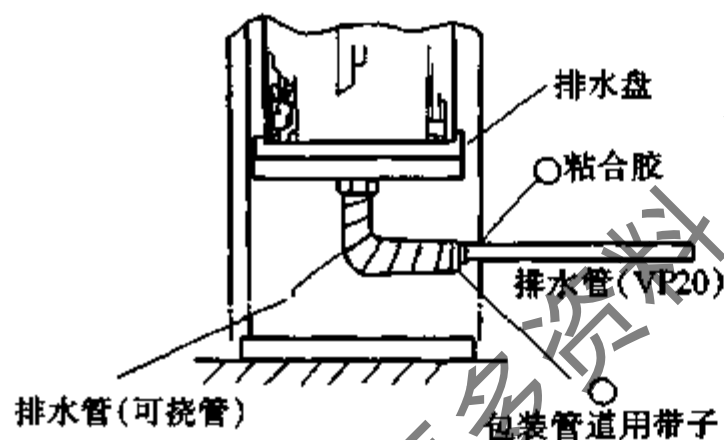

图 7-68 排水管安装
(1) 确认排水管连接向室外侧(排出侧)下倾。
(2) 使用附属的粘合胶连接排水软管和排水管,然后用附属的固定带固定好。如图 7-68。